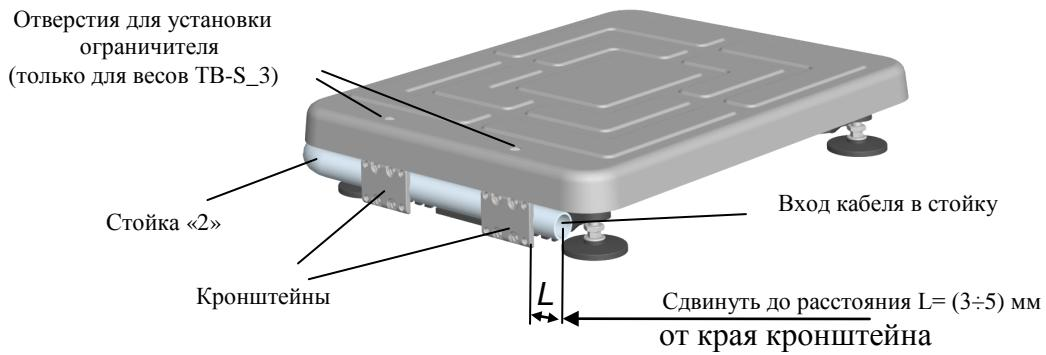

Рис. 5.1 - Крепление круглой вращающейся стойки к модулю TB-S
- Сдвинуть стойку S2 на расстояние $L = 3 \div 5$ мм от края стойки, до края кронштейна, Рис. 5.1.